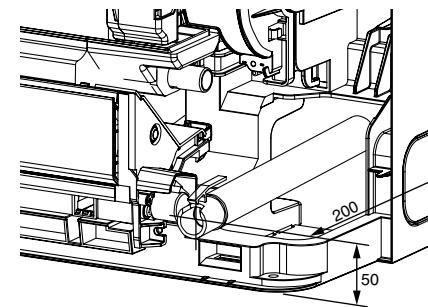

Fig. 8
- Bij het aanleggen van de afvoerpijpen dient u afvoerpijp ① te laten lopen zoals weergegeven. (Fig. 8)